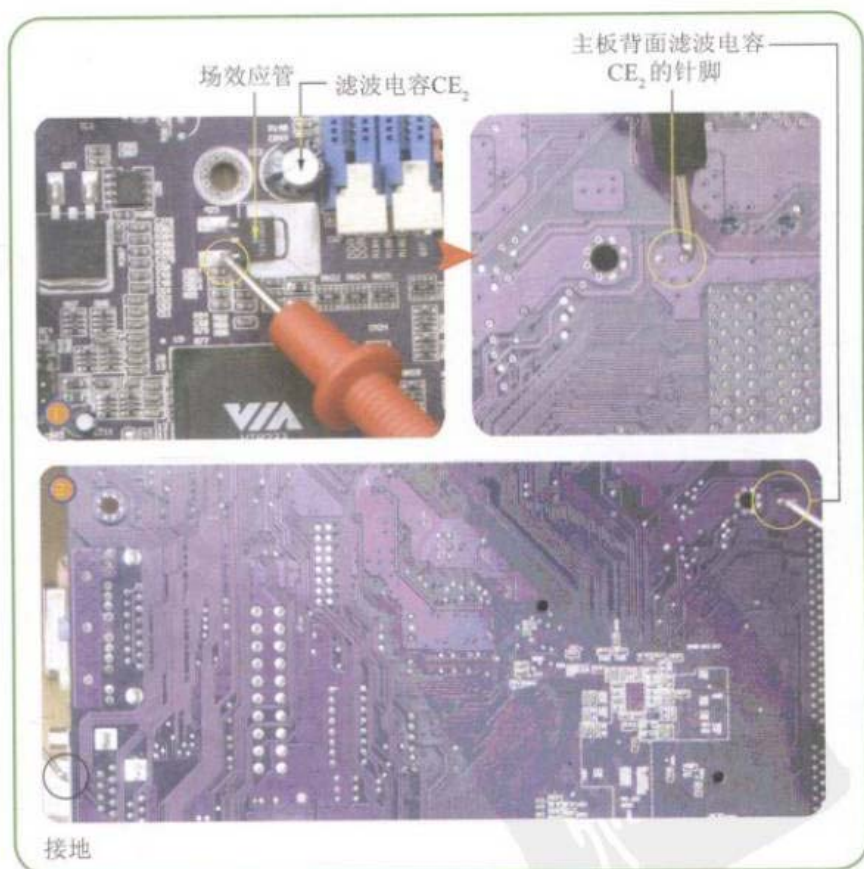

图8-69 测量场效应管 $Q_{23}$ 的S极连接的滤波电容的线路
**Step 02** 测量场效应管 $Q_{23}$  S极连接的滤波电容的线路，如图8-69所示。